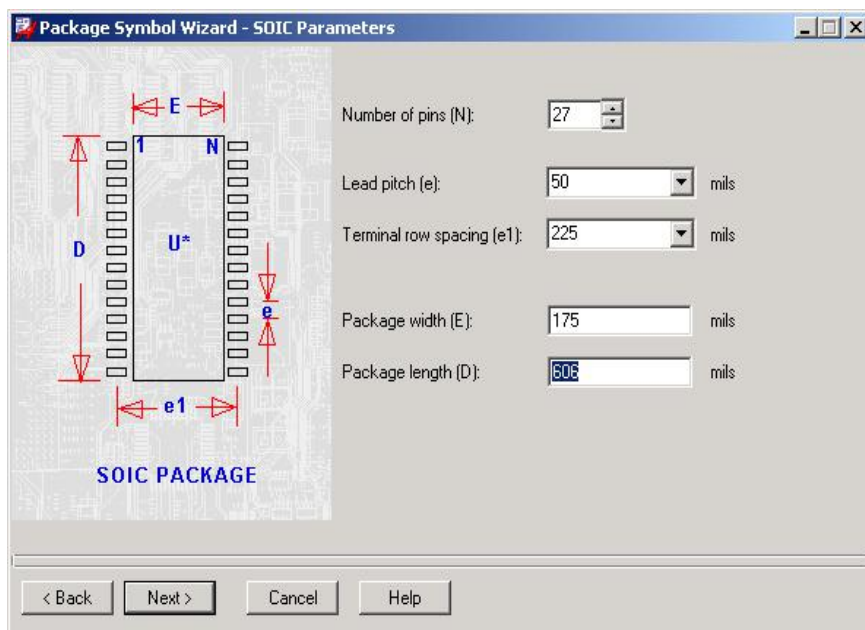

图 6-20 设置尺寸参数
5) 设置尺寸参数。此时界面如图 6-20，供设计者设置器件的尺寸参数，设置完成后单击 **NEXT** 钮。